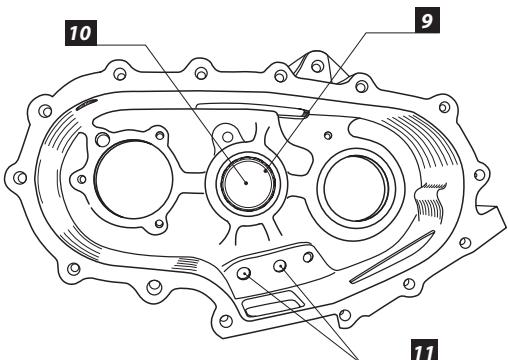

Рис. 4
**7. Выбейте заглушки штоков [11] (Рис. 4), которые стоят со стороны КПП.**